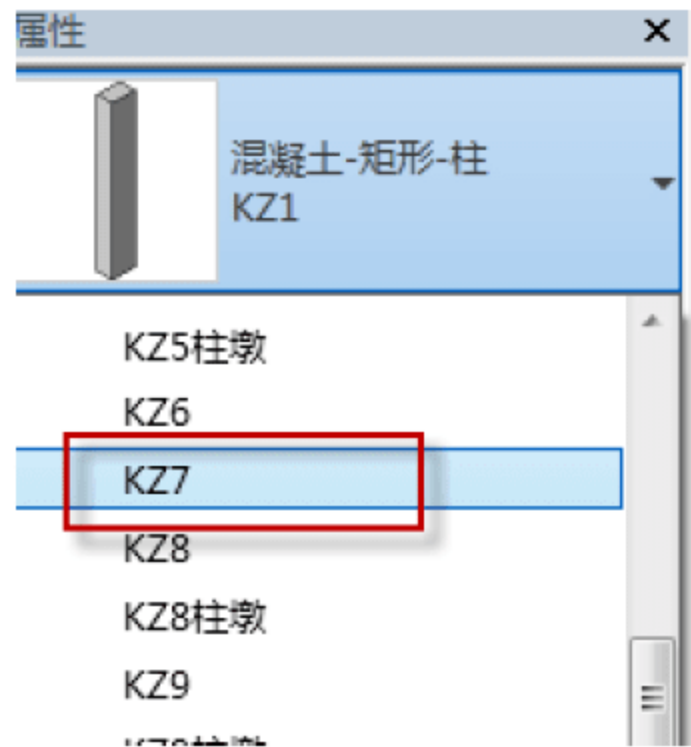
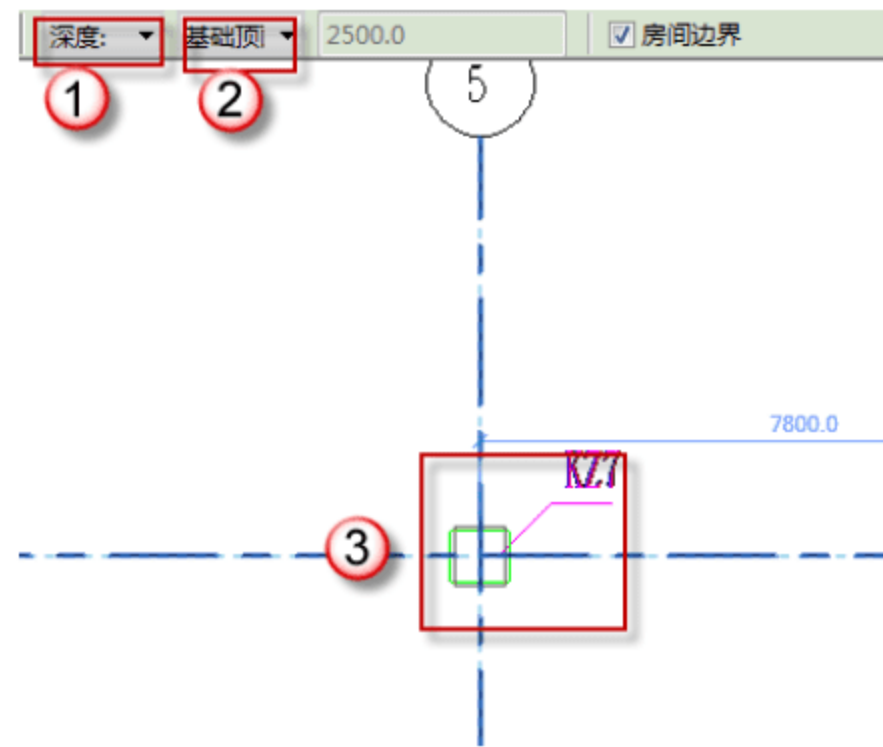

图 3.1.36 KZ7 属性
图 3.1.37 KZ7 的绘制
(19) 建立柱 KZ7。按快捷键 C+L (绘制结构柱), 在“属性”面板中选择“混凝土-矩形-柱”柱类型, 选择 KZ7 框柱, 如图 3.1.36 所示。然后选择“深度”→“基础顶”选项, 最后将 KZ7 绘制在柱定位处, 如图 3.1.37 所示。